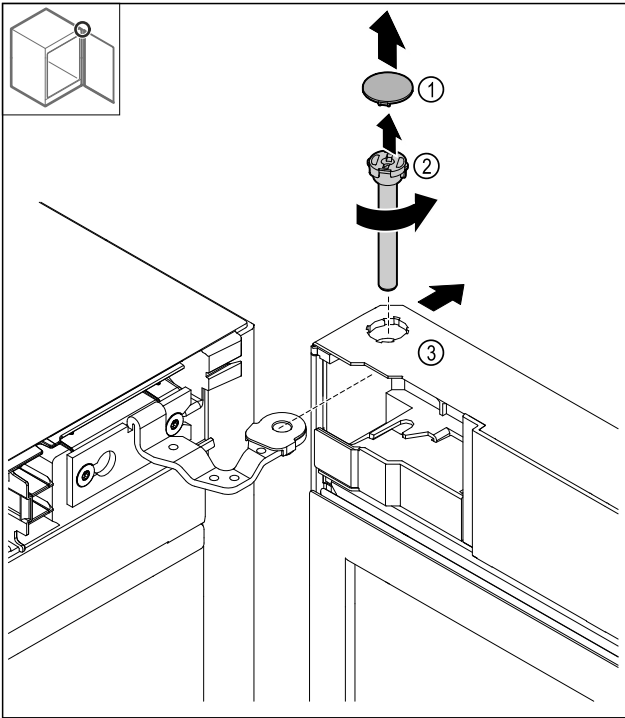

Fig. 10
- ▶ Rimuovere la copertura Fig. 10 (1).
- ▶ Allentare i bulloni Fig. 10 (2) in senso antiorario e rimuoverli.
- ▶ Ribaltare leggermente la porta Fig. 10 (3).